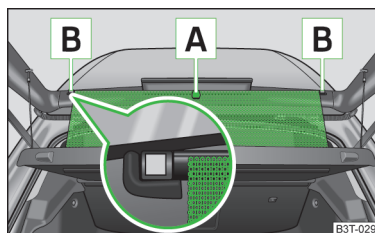

Fig. 61
► Tirer sur le store pare-soleil en le prenant par la poignée **A** » fig. 61 et l'accrocher dans le support magnétique **B**.